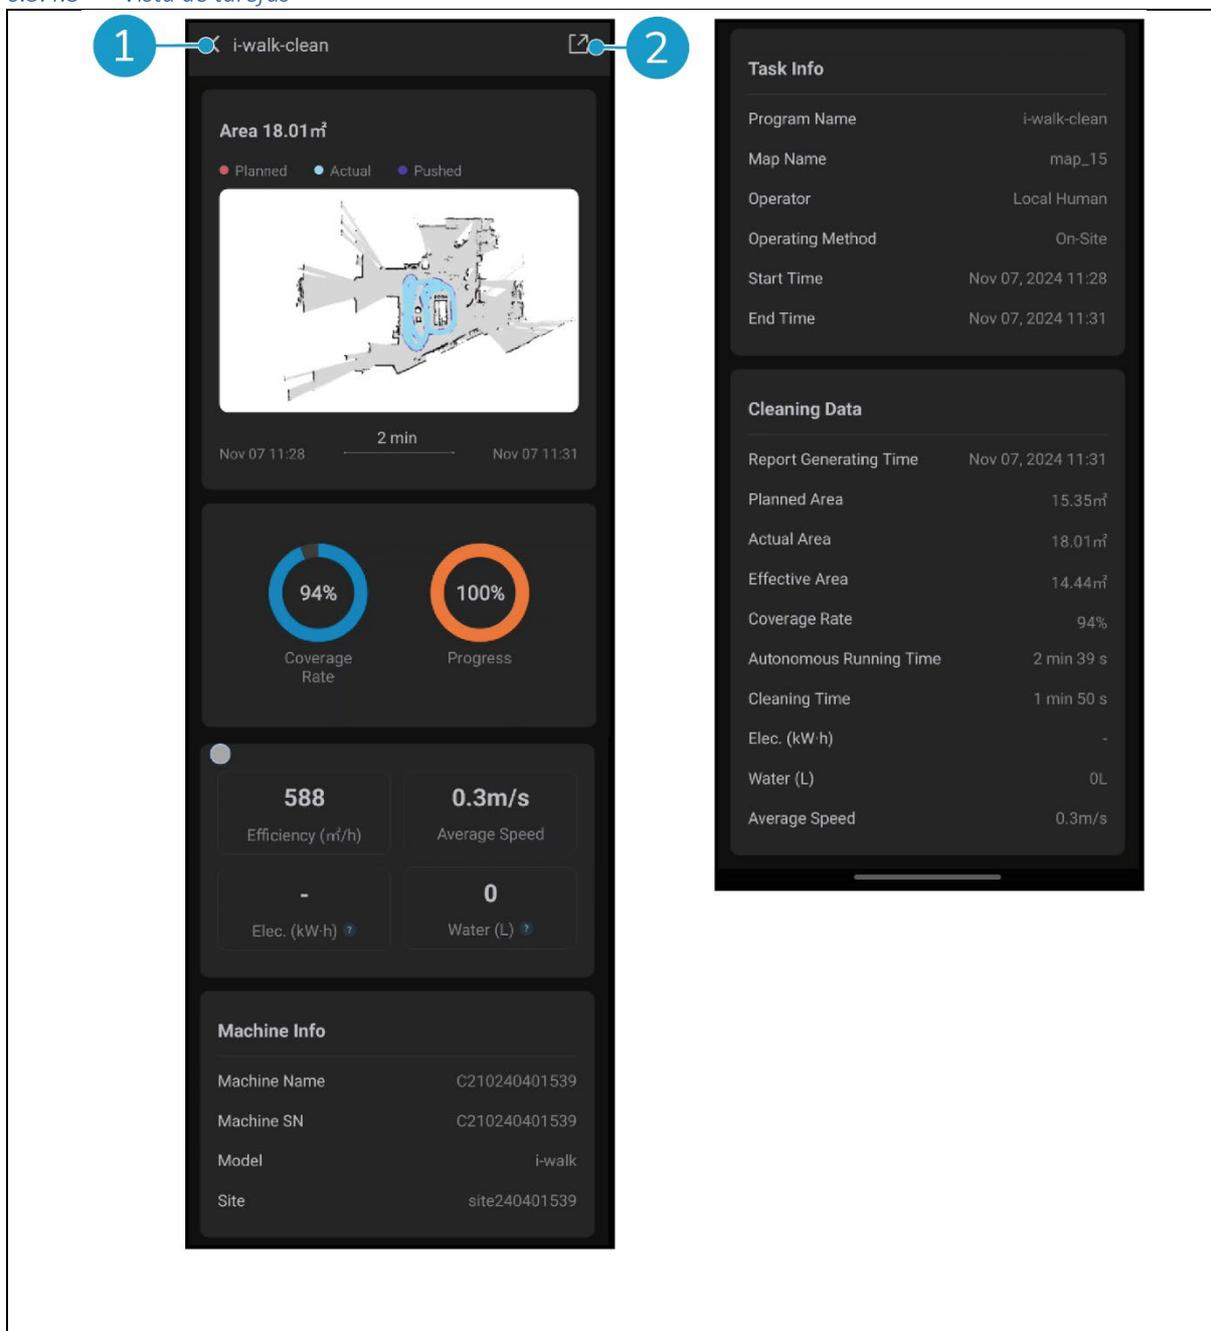

Figura 35
- Toque no botão [Partilhar] (Figura 35, pos. 2) para partilhar ou exportar as informações da tarefa de limpeza.